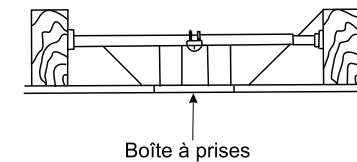

Fig. 4
**REMARQUE :** Selon l'emplacement sélectionné pour l'installation, il peut s'avérer nécessaire d'acheter et d'installer un "étrier à solive" pour soutenir la boîte à prises. S'assurer que "l'étrier à solive" qui sera acheté, a été conçu pour une utilisation avec des ventilateurs de plafond (**Fig. 4**).